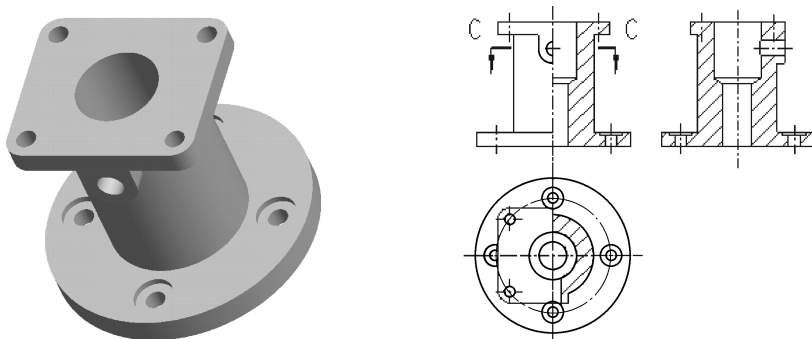
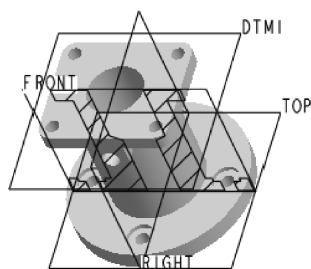

图 10-141 创建半剖视图
图 10-142 横截面 A
【例 10-8】 将如图 10-141 所示的模型用半剖视图表达清楚。
(1) 打开文件“……\例题\第 10 章\liti10-8.prt”,如图 10-141 所示。
(2) 在【视图】工具栏中单击【视图管理器】按钮,弹出【视图管理器】对话框,切换至【横截面】选项卡。
(3) 单击【新建】按钮,在【名称】列表中出现文本框,在其中输入横截面名称“A”。
(4) 按<Enter>键,出现【剖截面创建】菜单,选择【平面】|【单一】|【完成】选项,出现【设置平面】菜单,选择【平面】选项。
(5) 在图形区选择“FRONT”基准面作为横截面,模型立体图如图 10-142 所示。
(6) 按照步骤(3)~步骤(4)使用“RIGHT”基准面创建横截面 B,使用“DTM1”